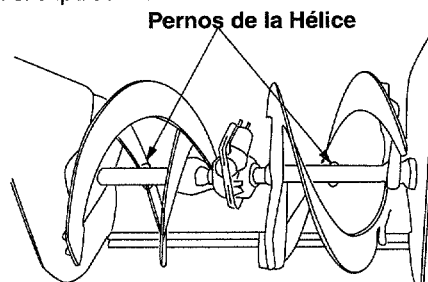

Figura 21
- Si las hélices no giran, inspeccione para verificar si los pernos se han cortado. Vea la figura 21. Reemplace si fuera necesario. Se han provisto dos pernos hexagonales y contratuercas hexagonales de repuesto con el expulsor de nieve.